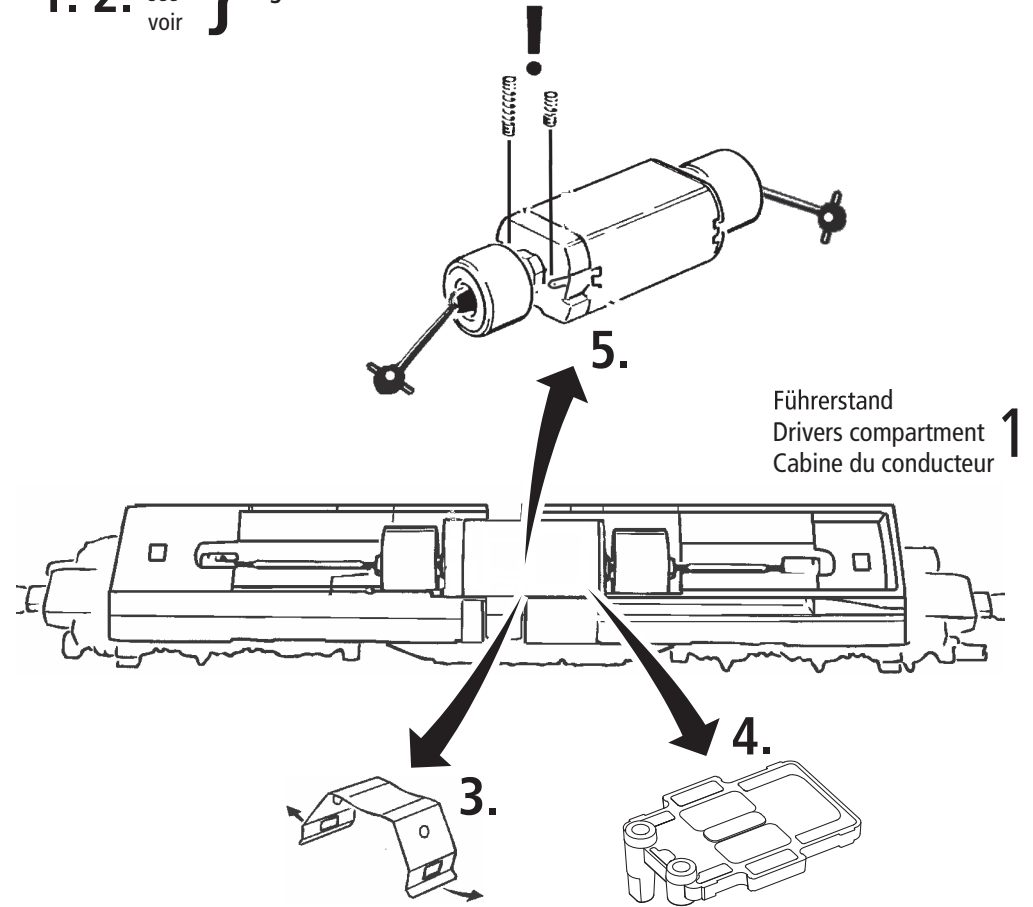

Fig. 10
Schleiferwechsel: siehe Fig. 10
A.C. pick up: see fig. 10
Remplacement courant alternatif: voir fig. 10
4. Remplacement du moteur: Démontez la caisse (voir fig. 3). Démontez ensuite le moteur (fig. 10).